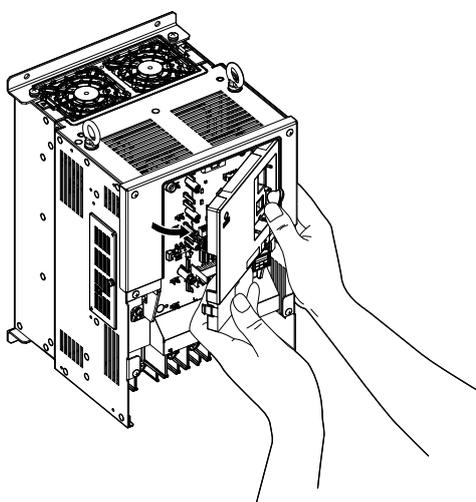

Figure 3.21 Retirer le couvert frontal (2A0010 à 2A0415 et 4A0058 à 4A1200)
4. Décrocher le côté gauche du couvert frontal, puis tirer le côté gauche vers vous tel qu'illustré à la Figure 3.21 jusqu'à ce que le couvert se détache.